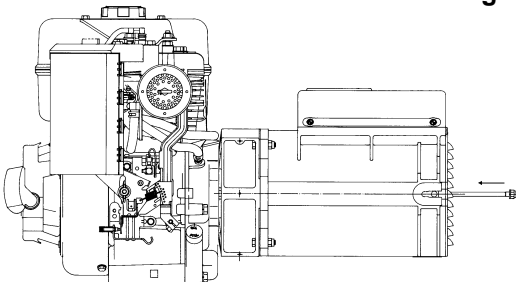

Fig. 3
-) inserire il tirante centrale nella sua sede (fig. 3).
-) insert the central bolt into its housing (fig. 3).
-) enfile le tirant central dans son logement (fig. 3).
-) die mittlere Zugstange in ihrem Sitz einstecken (Abb. 3).
-) introducir el tirante central en su lugar (fig. 3).